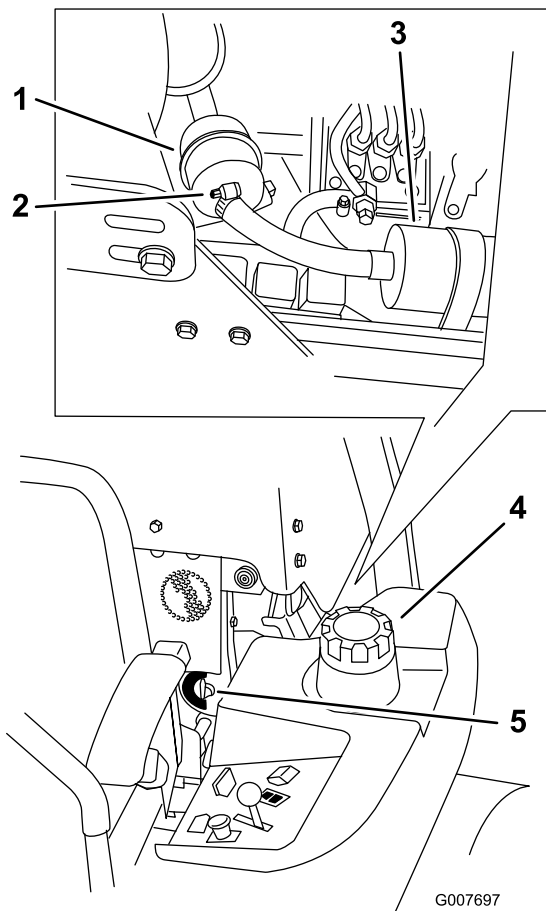

Figure 67
4. Fermez le robinet d'arrivée de carburant (Figure 67).
5. Desserrez les 2 colliers de flexibles et débranchez les conduites d'alimentation du filtre à carburant (Figure 67).
6. Remplacez le filtre. Branchez les conduites d'alimentation au filtre à carburant et montez les 2 colliers de flexibles (Figure 67).